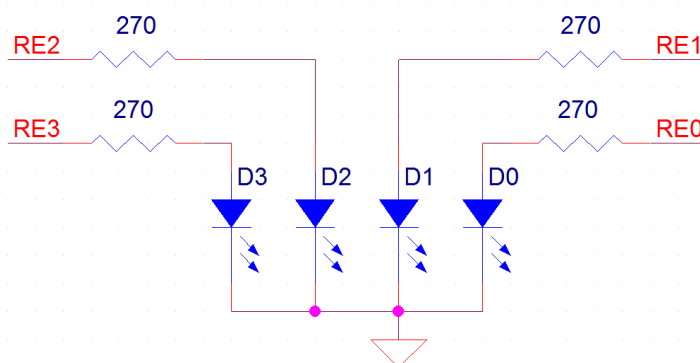
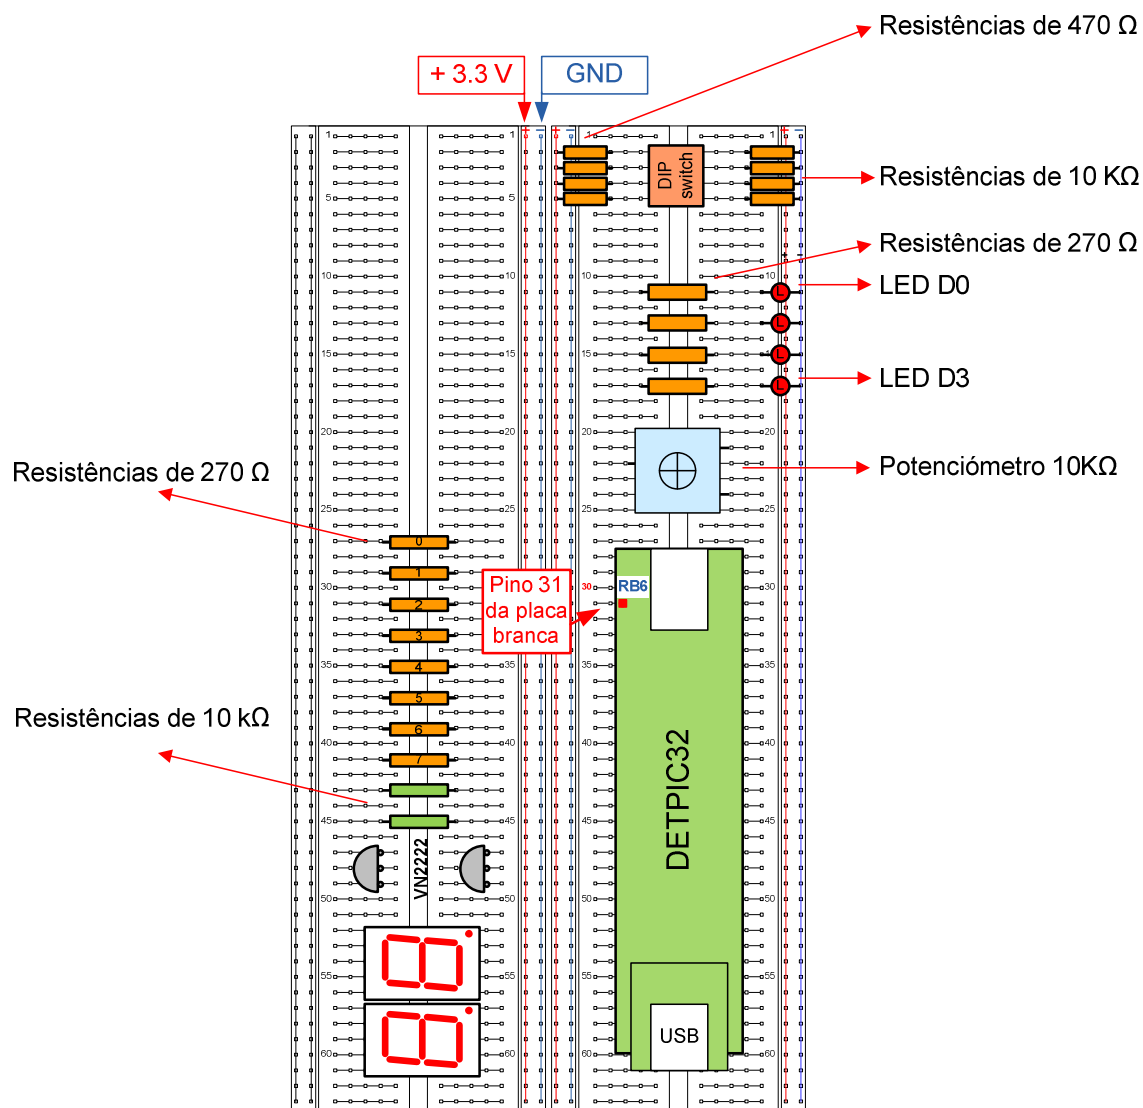
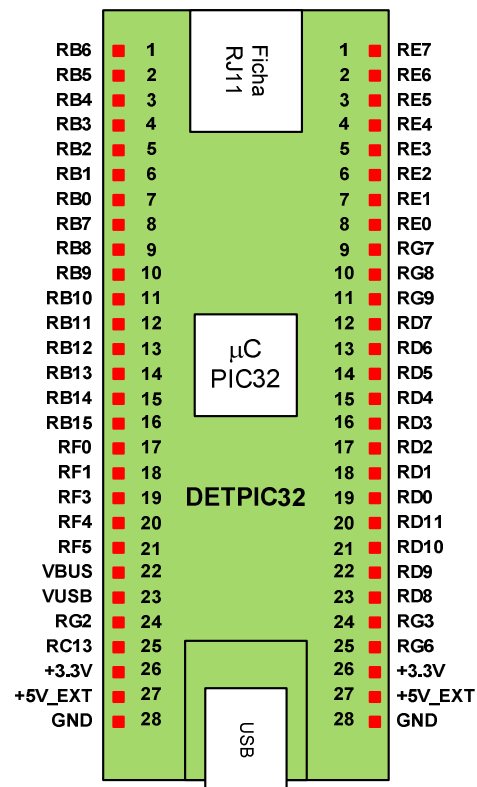

Figura 1. Ligação de 4 LEDs a portos do PIC32.
Figura 5. Sugestão de organização do espaço nas placas brancas.
Figura 6. Disposição dos pinos de ligação à placa branca no DETPIC32.
1. A Figura 1 apresenta a ligação de 4 LEDs a 4 portos do PIC32 (Porto E: **RE0**, **RE1**, **RE2** e **RE3**). Cada LED tem uma resistência em série que limita o valor da corrente que o atravessa. Para a polarização de um LED deste tipo, devemos usar um valor de corrente inferior a 10mA. O valor da corrente no LED é dado por  $(3.3 - 1.5) / R$ , em que 3.3V é o valor da tensão correspondente ao nível lógico '1' no porto e 1.5V é o valor aproximado da tensão aos terminais do LED quando este está no estado ON. Para uma resistência de 270Ω, a corrente é, aproximadamente, 6.7mA.
- a) Observe a sugestão de colocação dos componentes na placa branca fornecida na Figura 5 e a disposição dos portos na placa DETPIC32 fornecida na Figura 6 (em anexo). De seguida, monte na placa branca os componentes do esquema da Figura 1.